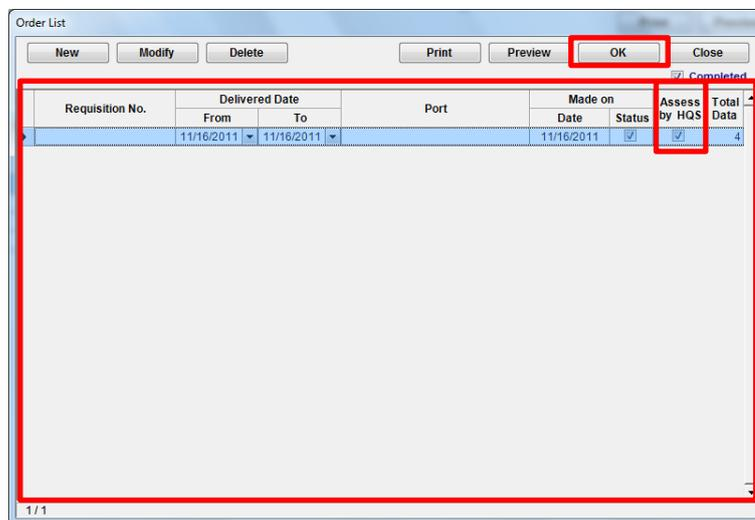

図 7.5 Parts Requisition Dialog
8. “Parts Requisition”画面(図 7-5) が表示されます。